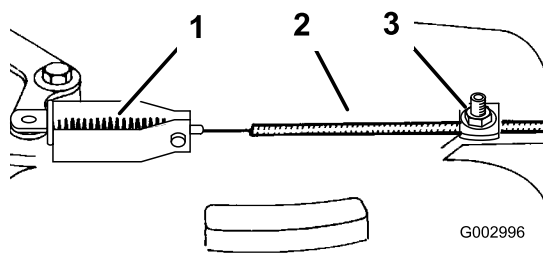

Figure 30
3. Desserrez la vis du serre-câble jusqu'à ce que la gaine du câble puisse coulisser (Figure 30).